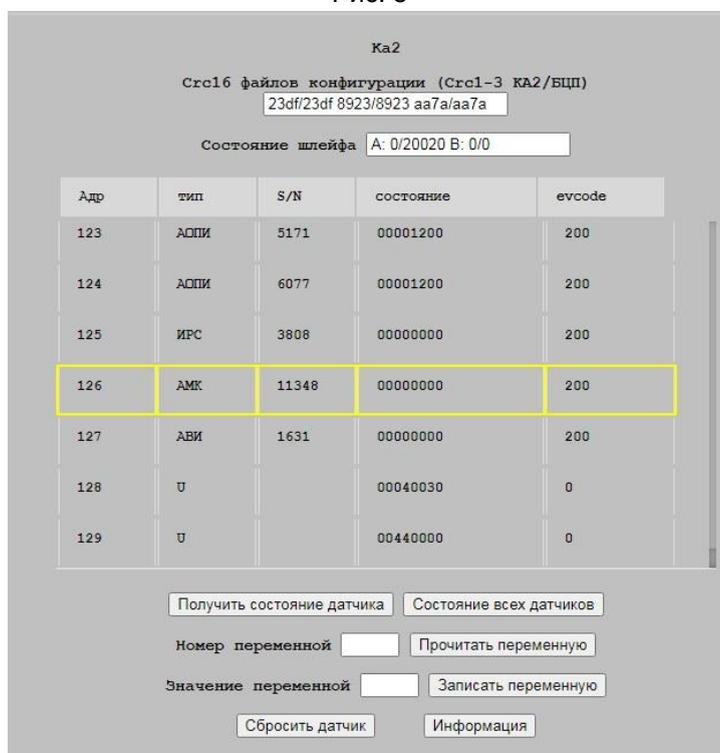

Рис. 9
7. Работа с меню “Датчики” конфигурации КА2 (Рис. 9). В после “CRC файлов конфигурации” показано сравнение трех конфигурационных файлов в КА2 и БЦП. Для корректной работы показания CRC всех трех файлов в КА2 и БЦП должны совпадать.
Количество ошибок на адресном шлейфе можно посмотреть в **Web-интерфейсе (diag)** при нажатии кнопки “Информация” (Рис. 9), после чего в окно протокола будет выведена информация о количестве ошибок и проценте потерь информации на шлейфе (Рис. 11).